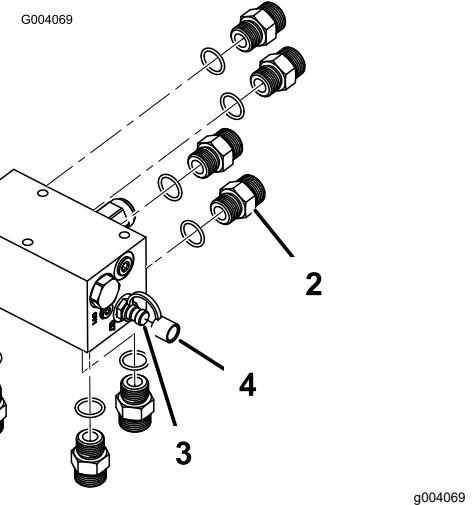

Figura 4
- Instale 4 encaixes hidráulicos retos na traseira do coletor (Figura 4).
1. Coletor	4. Tampão antipoeira (2)
2. Encaixe reto, instalação traseira (4)	5. Encaixe reto, instalação inferior (3)
3. Encaixe de diagnóstico (2)
- Instale 2 encaixes de diagnóstico em qualquer lado do coletor juntamente com os tampões antipoeiras (Figura 4).
- Instale 3 encaixes hidráulicos retos na parte inferior do coletor (Figura 4).